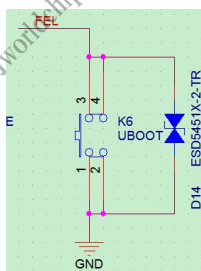

图 2-51 UBOOT 按键
- UBOOT 按键为硬件触发程序烧录按键，请根据产品需求决定是否预留。如图 2-51。